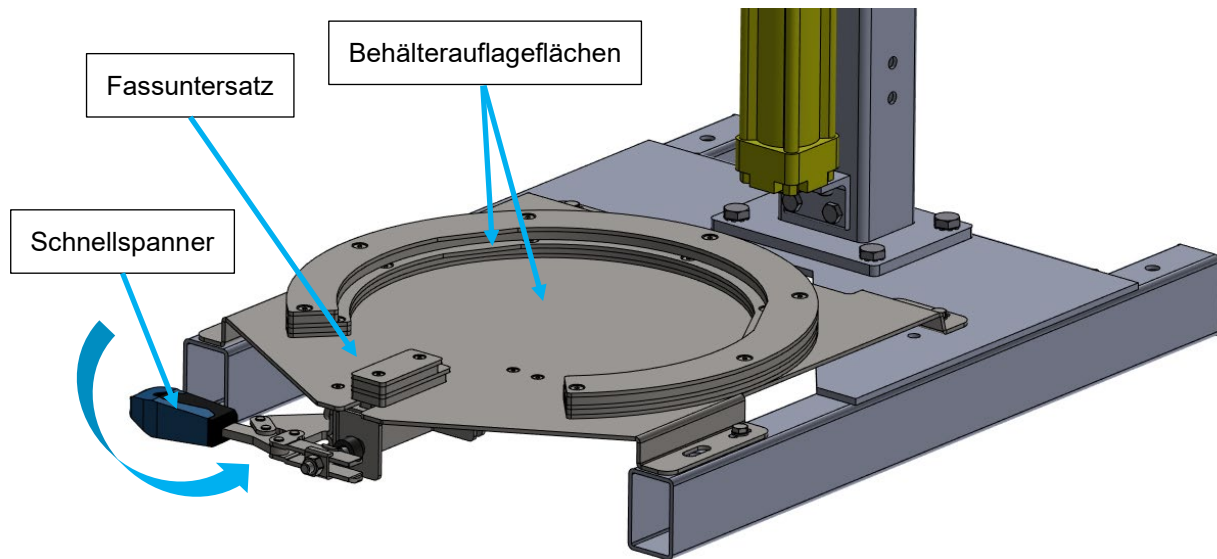

Abbildung 3: Fassuntersatz
Alternativ zum Spannhalter, kann auch ein Fassuntersatz zur Fixierung des Rührbehälters verwendet werden (Abbildung 3):
- Fassuntersatz: hier ist die Rührwerksfreigabe auf zwei Pneumatikventile aufgeteilt. Auf der Unterseite des Untersatzes wird ein Pneumatikventil aktiviert, wenn ein Behälter auf dem Fassuntersatz positioniert und der Schnellspanner geschlossen ist (Abbildung 3). Der zweite Teil erfolgt über die Rührwerksfreigabe der Höhenverstellung (Abbildung 13 und Abbildung 14) oder über die im Deckel integrierte Rührwerksfreigabe. Die Rührwerksfreigabe im Deckel löst erst aus, wenn der Deckel auf dem Rührbehälter aufliegt. Die Rührwerksfreigabe der Höhenverstellung bzw. des Deckels begrenzt auch gleichzeitig den Verfahrweg des Hubzylinders nach unten.